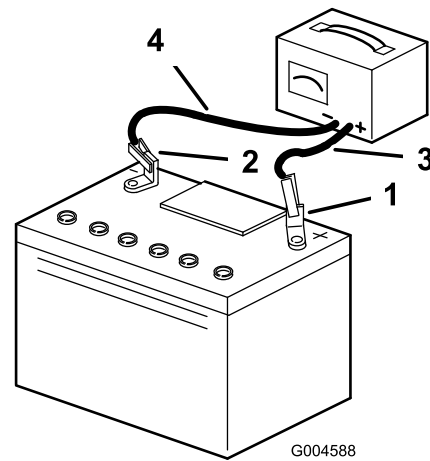

Bild 28
- Schließen Sie die Kabel des Ladegeräts von den Batteriepolen ab (Bild 28).